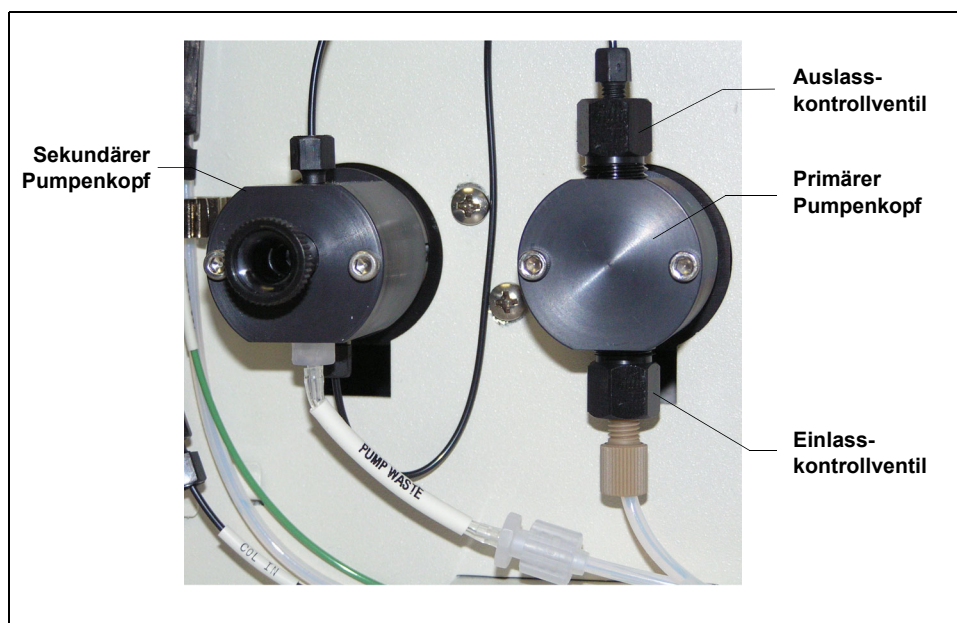

Abbildung 5-7. Pumpenkopf
3. Trennen Sie die Anschlussstücke der Leitungen von den Kontrollventileinheiten für Einlass und Auslass auf dem primären Pumpenkopf (siehe Abbildung 5-7).
1. Spülen Sie den Pumpenflussweg mit entionisiertem Wasser. Lenken Sie den Strom zum Abfluss, indem Sie das Abflussventil auf dem sekundären Pumpenkopf öffnen (siehe Abbildung 5-7). Drehen Sie zum Öffnen des Ventils den Knopf eine halbe Umdrehungen entgegen dem Uhrzeigersinn.